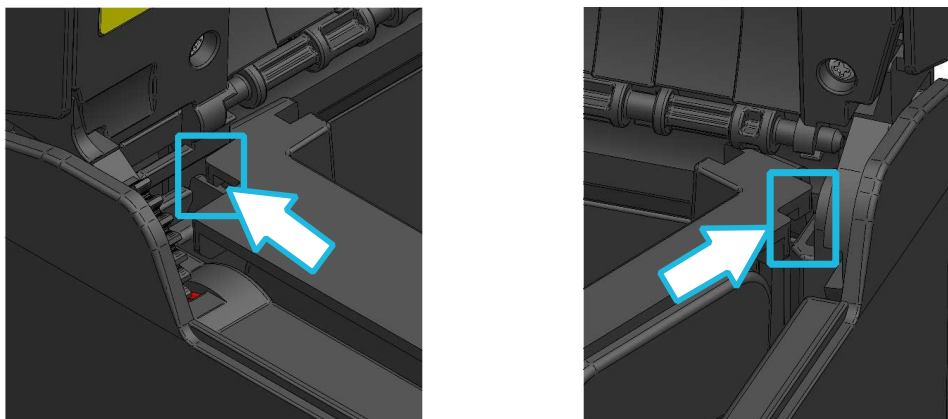

Abbildung 14-3 Anbringung der Trennwand (3)
- (5) Führen Sie den Haken, der sich an der Oberseite der Trennwand L und der Trennwand R befindet, in das Loch an der Papierhalterung ein, wie in Abbildung 14-3 dargestellt.